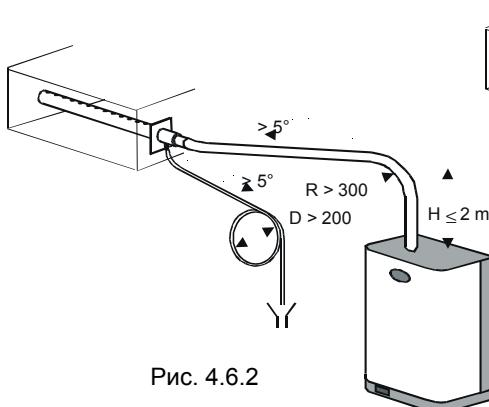

Рис. 4.6.2
- Подъем вертикально вверх на высоту не менее 300 мм, далее сгиб с радиусом не менее 300 мм и постепенный наклон вниз не менее 5° (см. Рис. 4.6.2);
Конец трубы для отвода конденсата подсоединеняется к ближайшей сливной трубке с минимальным наклоном 5° для обеспечения правильного нисходящего потока (см. Рис. 4.6.2).